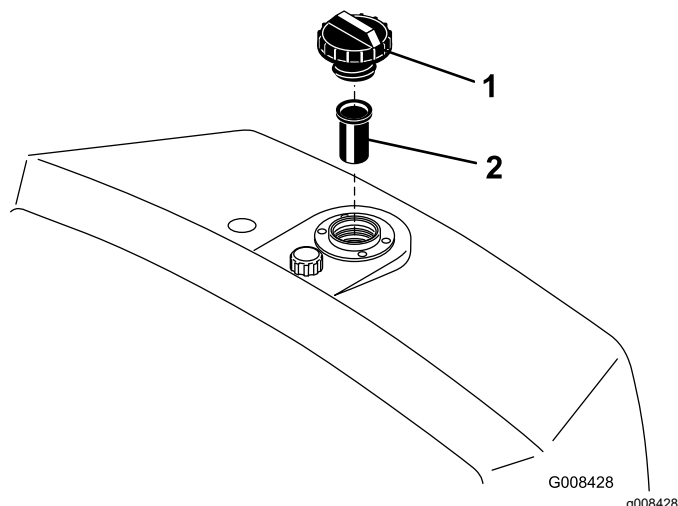

Figura 49
2. Scoateți capacul rezervorului și verificați nivelul uleiului. Uleiul ar trebui să ajungă până la partea de jos a ecranului din gâtul bușonului (Figura 49).